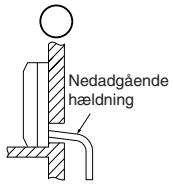

Fig. 1
- Sørg for, at rørføringen til afløbet har hældning nedad, således at afløbsvandet løber let. (Fig. 1)